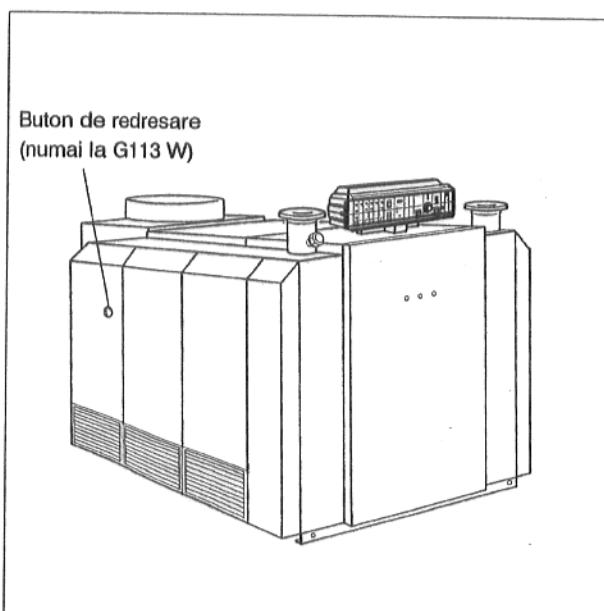

Fig. 3
- Apasă butonul de redresare (Fig. 3). Dacă după activarea repetată a butonului de redresare arzătorul nu se aprinde, atunci perturbația trebuie remediată de către un instalator autorizat de gaze.